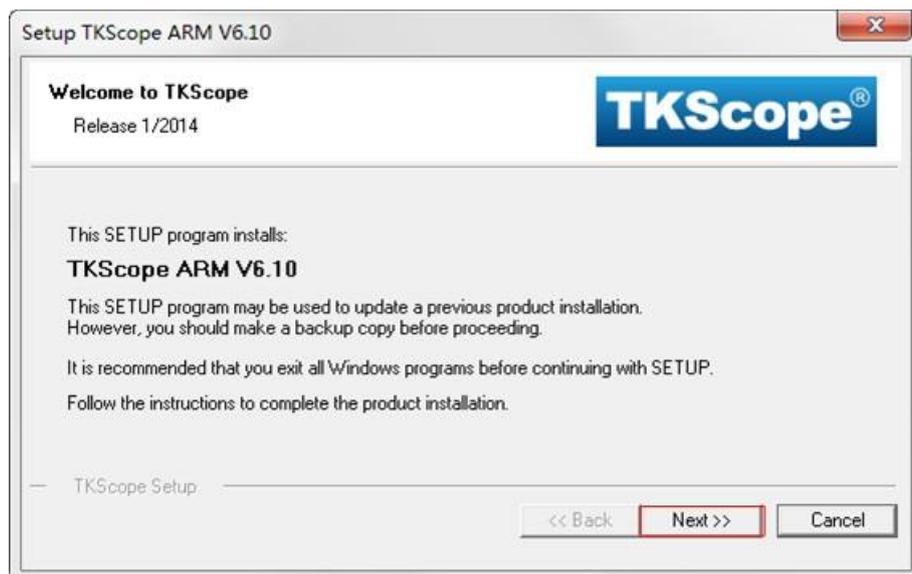
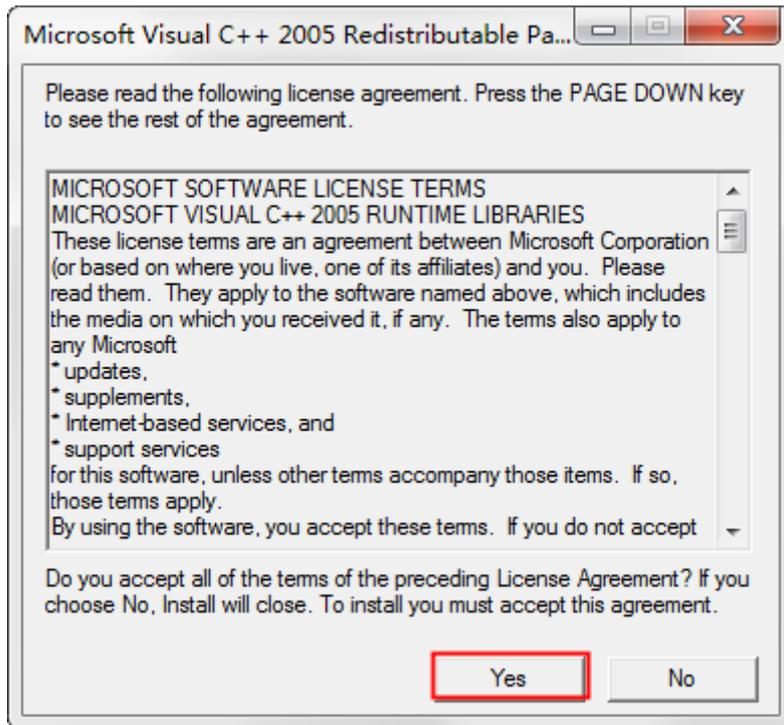

图 2.34 TKScope ARM 安装向导
图 2.42 VC8 运行库
- (1) 软件开始安装后，在安装向导页面点击【Next】，以便安装能顺利进行，如图 2.34 所示。
- (1) 图 2.34 中的 `vcredist_x86_cn_XP.exe` (这里以 Windows XP 为例，请选择与您的操作系统对应的版本)，系统弹出如图 2.42 所示的对话框，点击【是(Y)】